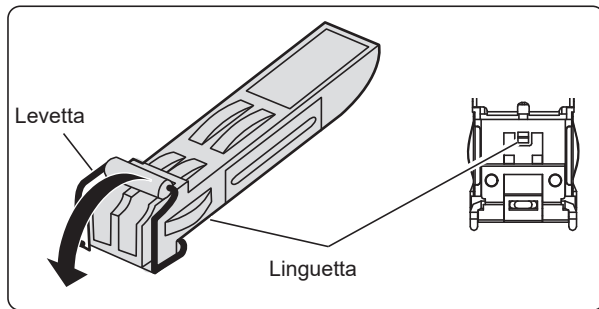

Fig. 1
2) Rilasciare la linguetta del modulo SFP. (Fig. 1)